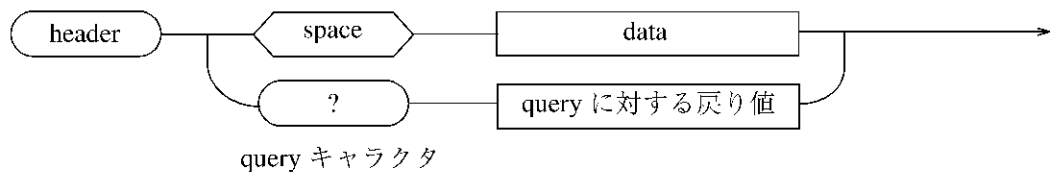

図 5-1 COMMAND SYNTAX 1
- (1) ヘッダ、データ、ヘッダとデータを区切るスペースから構成される書式（図 5-1）